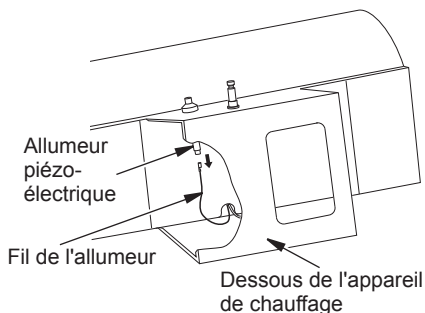

Figure 12 - Retrait du fil de l'allumeur de l'allumeur piézo-électrique
2. Retirez le fil d'allumage noir de l'allumeur piézo-électrique. Le fil d'allumage se trouve sous le socle de l'appareil de chauffage (voir figure 12). Faites passer le fil dans l'encoche du bouclier.